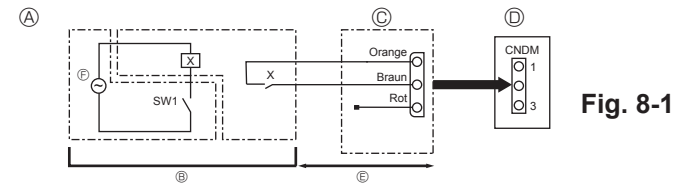

Fig. 8-1
③ Adaptador de contacto externo (PAC-SC36NA-E)
④ Cuadro de control de la unidad exterior
⑤ Máx. 10 m, 33 pies
⑥ Fuente de alimentación del relé
8.1. Modo de reducción del ruido (modificación in situ) (Fig. 8-1)